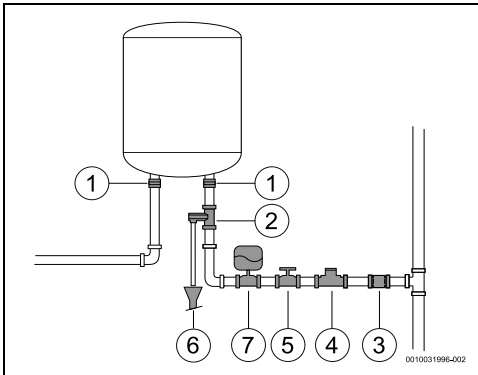

Рис. 11
- ▶ Закройте запорный вентиль воды (→ рис. 11, [5]).
- установите редуцирующий клапан (рис. 11, [4]). Предохранительный клапан всегда активируется, как только давление воды в баке превышает 8 бар (± 01 бара) и требуется отвести выпускаемую воду.
- установите расширительный бак (рис. 11, [7]) во избежание частого открытия предохранительного клапана. Объем расширительного бака должен быть равным 5% объема оборудования.